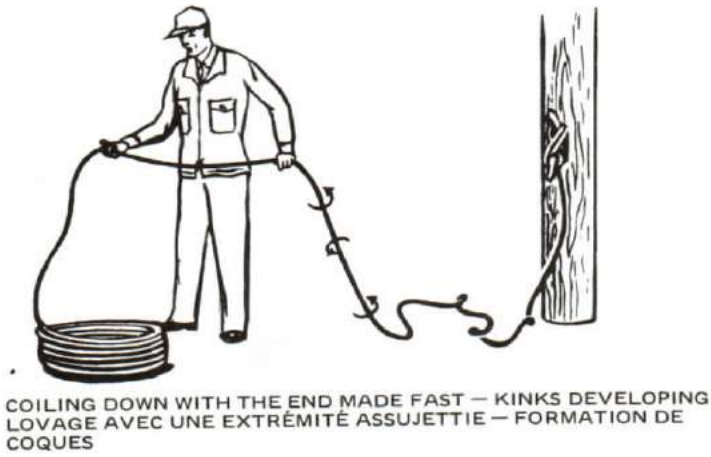

Figure 10-12
3. In coiling down a rope, the part of the rope remaining uncoiled will be given one twist or turn as each loop in the coil is formed. This can lead to difficulties such as kinks, tangles, and unruly coils unless proper procedures are followed to compensate for this twisting. Figures 10-12 and 10-13 show what happens when an incorrect procedure is used.
3. Quand on love un cordage, la partie non encore enroulée prend un tour on une torsion pour chaque boucle déposée sur la couronne. Ces torsions peuvent causer certaines difficultés, coques, emmêlements, tours rebelles, à moins d'appliquer la méthode de compensation appropriée. On voit aux figures 10-12 et 10-13 ce qui se produit quand on n'applique pas la bonne méthode.